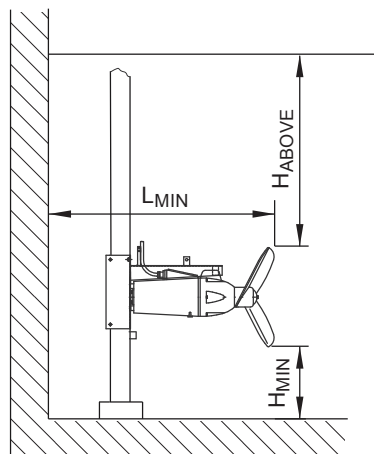

Рис. 6
- Зазор между наружной окружностью лопастей пропеллера и поверхностью днища резервуара необходимо выдерживать в пределах 20-40 см, смотрите H_{MIN} на рис. 6.
- Расстояние от поверхности жидкости до наружной окружности лопастей пропеллера должно составлять не менее половины диаметра пропеллера, смотрите H_{ABOVE} ($H_{\text{верх}}$) на рис. 6.
- Расстояние между наружной окружностью лопастей пропеллера и поверхностью стены позади мешалки должно составлять не менее двух диаметров пропеллера, смотрите L_{MIN} на рис. 6.